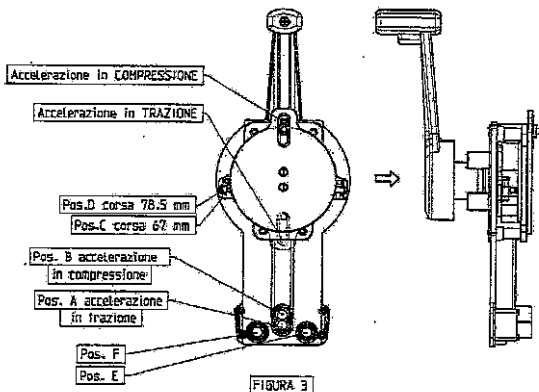

FIGURA 3
1. Controllare in Figura 3 che la posizione del comando dell'acceleratore sia corretta per il motore dell'imbarcazione.